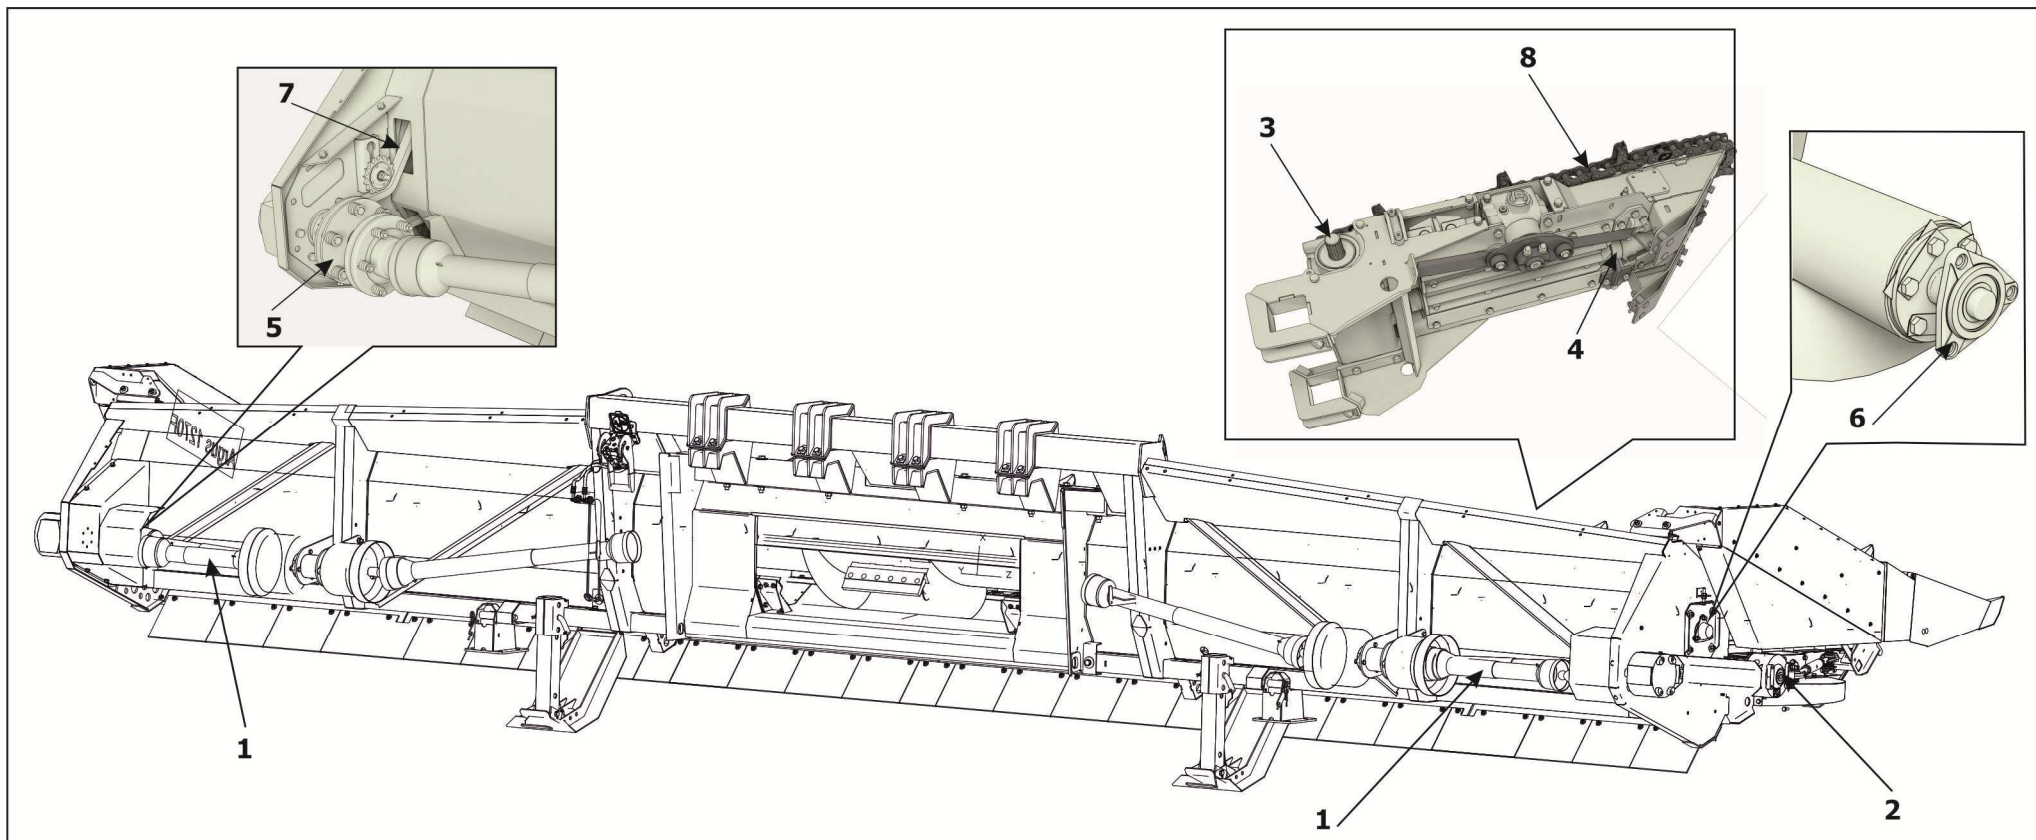

Рисунок 7.1 - Схема смазки приспособления
8.2 Все погрузочные работы необходимо производить с помощью подъемно-транспортных средств, грузоподъемностью не менее **30 кН (3000 кг)** с обязательным использованием траверсы 1 (рисунок 7.1), которая установлена на опоры русел жатки и входит в комплект поставки. Если траверса была снята, то её необходимо установить на жатку согласно рисунку 8.1. Для этого необходимо в местах, указанных стрелками снять болтокрепёж опор режущего аппарата и уложить в ящик с ЗИПом, установить траверсу, и закрепить её прилагаемым к траверсе болтокрепёжом 2 из комплекта ЗИП (Болт М12х35 ГОСТ 7798-80, Шайба 12Т.65Г ГОСТ 6402-70, Шайба С12.01.019 ГОСТ 11371-78).